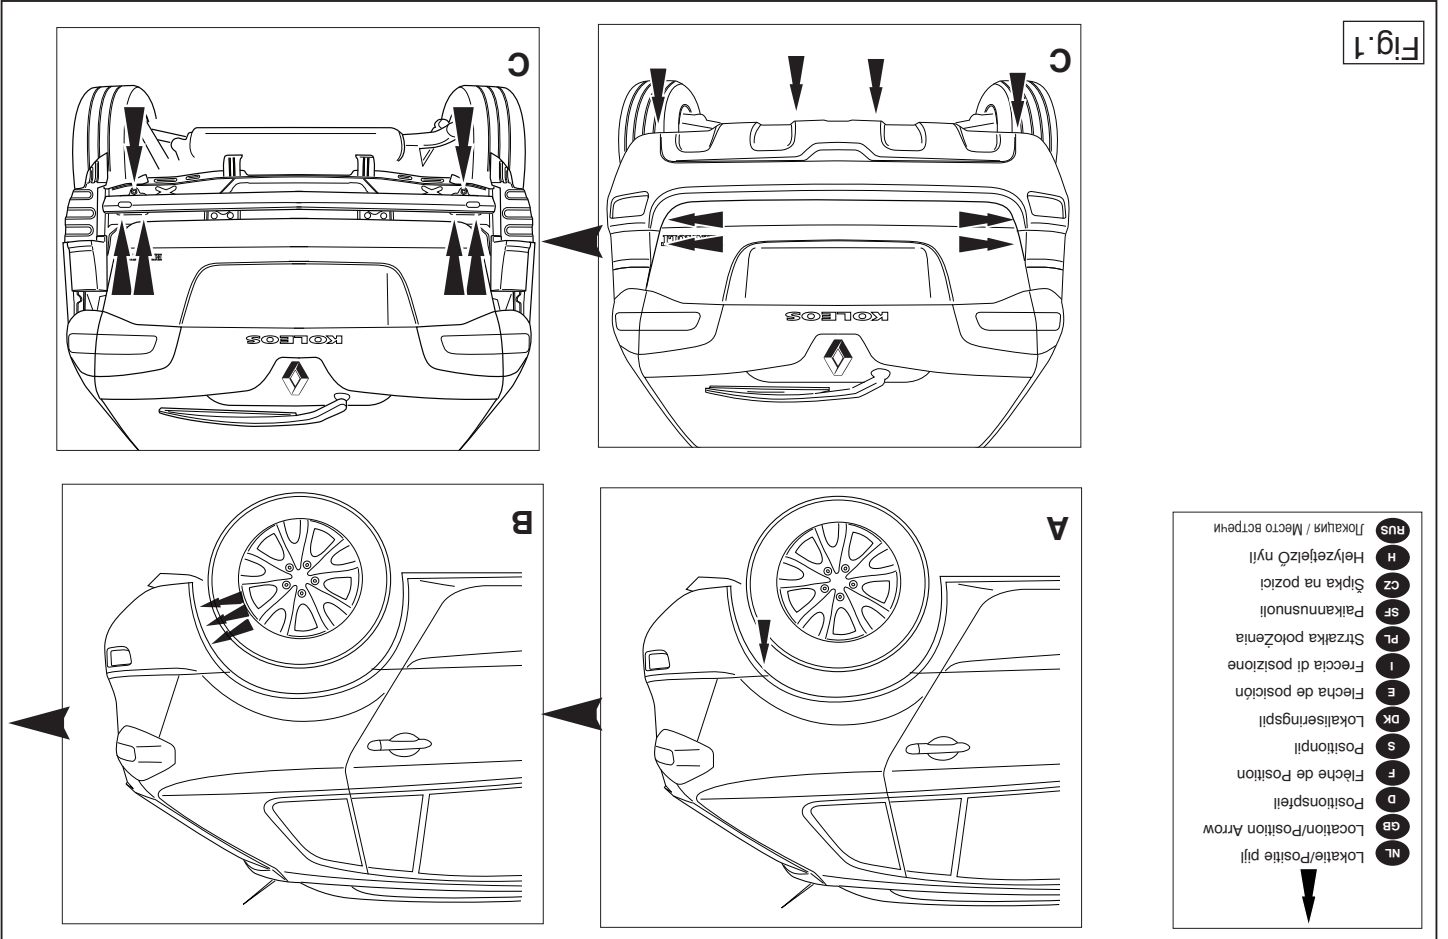

Fig. 1
1. Remove the bumper and the steel buffer beam from the vehicle. See figure 1.
1. Die Stoßstange einschließlich des stählernen Stoßbalkens vom Fahrzeug abmontieren. (Siehe Abbildung 1).
1. Снять бампер вместе со стальным буферным брусом автомобиля. (См. рисунок 1).
1. Déposer le pare-chocs du véhicule y compris la traverse en acier. (Voir la figure 1).